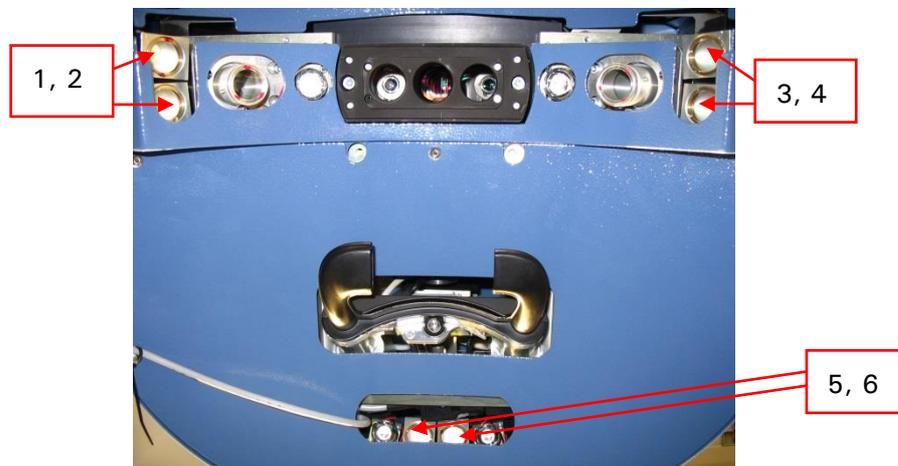

Abbildung 8-13: Infrarot-LEDs des Eyetracking (bis Mai 2022)
Die Infrarotbeleuchtung des AMARIS Eyetracking liefern **sechs (6)** LEDs, die an der Unterseite des Laserarms angebracht sind Abbildung 8-13.